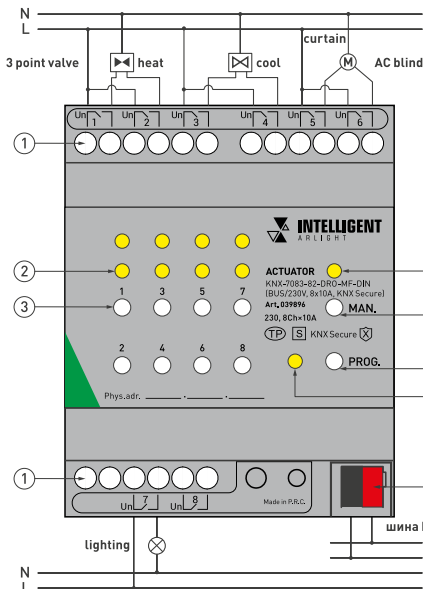

Рис. 1. Схема подключения релейного модуля к сети переменного тока для управления шторами, жалюзи, отоплением и освещением
- 3.3. Подключите шину данных KNX [красный и черный провода в кабеле KNX] к соответствующим клеммным колодкам, соблюдая полярность и цвета проводов, затем подключите силовые клеммы в соответствии с проектом, см. рис. 1–3.